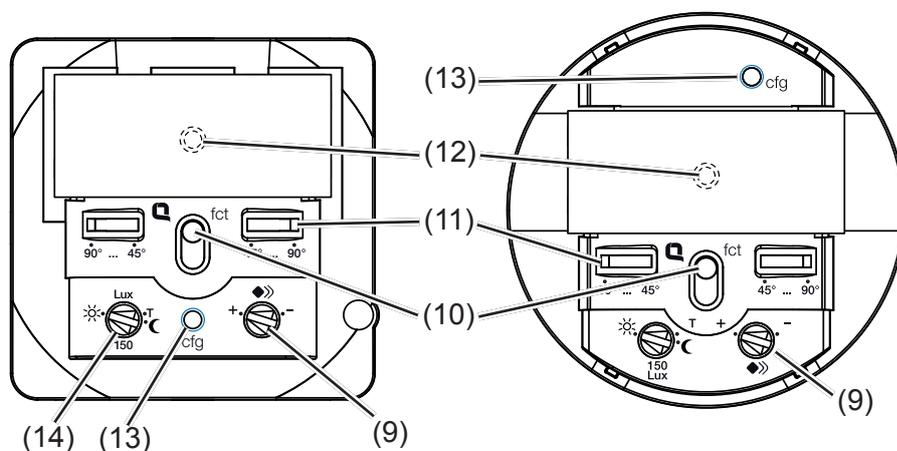
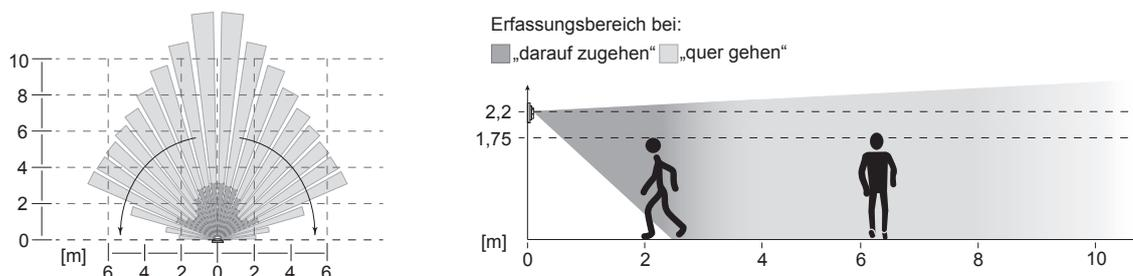

Bild 5: Bedien- und Einstellelemente des Aufsatz-Unterteils
Bild 7: Erfassungsbereich des Bewegungsmelders bei Montagehöhe 2.2 m
Der Erfassungswinkel kann für die rechte und für die linke Seite je Einsteller (Bild 5, 10) zwischen 45° ... 90° eingeschränkt werden. Somit kann der Erfassungswinkel zwischen 90° und 180° liegen (Bild 7).
- Testbetrieb einstellen. Hierzu Potenziometer Ansprechhelligkeit (Bild 5, 13) auf Position T stellen.
- Potenziometer Ansprechhelligkeit (Bild 5, 13) in die gewünschte Position drehen.
- Potenziometer Empfindlichkeit (Bild 5, 9) in die gewünschte Position drehen.